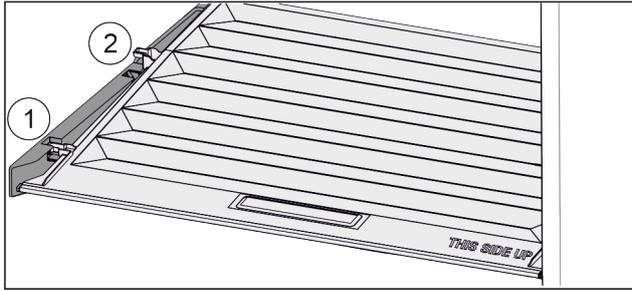

Fig. 44
- ▶ Кришку до отвору в деталях для підтримки потягнути вперед Fig. 44 (1).
- ▶ Підняти ззаду знизу та вийняти Fig. 44 (2) вгору.